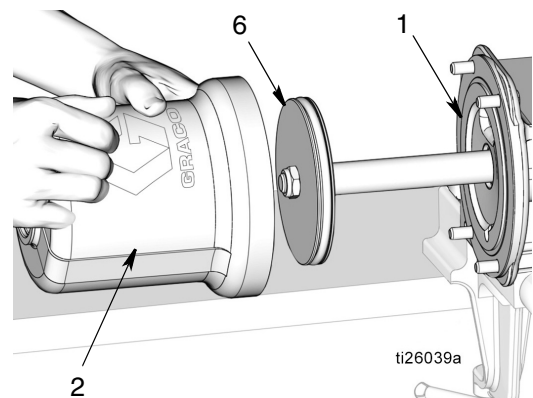

FIG. 54
- a. Utilizzare un panno pulito per pulire l'interno del cilindro pneumatico (2) e rimuovere sporco o contaminanti.
- b. Applicare un sottile strato di grasso alle superfici interne del cilindro pneumatico (2). Fare scorrere il cilindro pneumatico (2) sul pistone (6) e premerlo fino a quando non entra saldamente in sede nella base della pompa (1). Vedere FIG. 54.